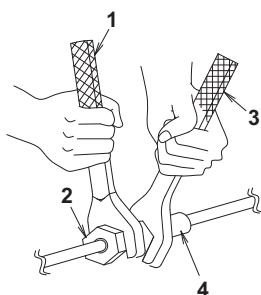

Bild 13
- När du ansluter rör till enheten ska du använda en skruvnyckel och en momentnyckel enligt **bild 13**. Dimensioner för kragdelen och åtdragningsmomentet finns i tabell 1.